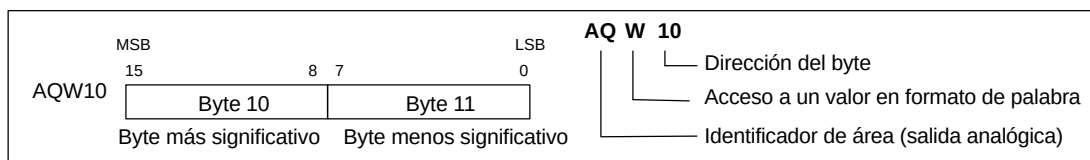

Figura 5-6 Acceso a una salida analógica
La CPU S7-200 convierte valores digitales en formato de palabra (de 16 bits) en valores reales analógicos (p.ej. intensidad o tensión), proporcionales al valor digital. A estos valores se accede con un identificador de área (AQ), seguido del tamaño de los datos (W) y de la dirección del byte inicial. Puesto que las salidas analógicas son palabras que comienzan siempre en bytes pares (p.ej. 0, 2, 4, etc.), es preciso utilizar direcciones con bytes pares (p.ej. AQW0, AQW2, AQW4, etc.) para acceder a las mismas, como muestra la figura 5-6. Las salidas analógicas son valores de sólo escritura.